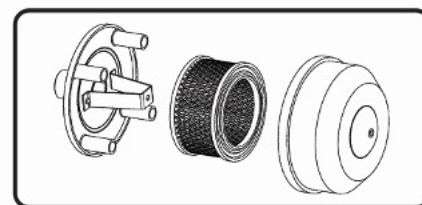

FIGURA 14
10.5 – Limpe o elemento filtrante de admissão de ar 3 vezes por semana e trocá-lo a cada 200h ou 2 meses ou antes se julgar necessário - Figura 14. Impurezas reduzem a vida útil do compressor e a obstrução provoca redução do fluxo de ar, aquecendo o compressor acima do normal provocando arraste excessivo de óleo.